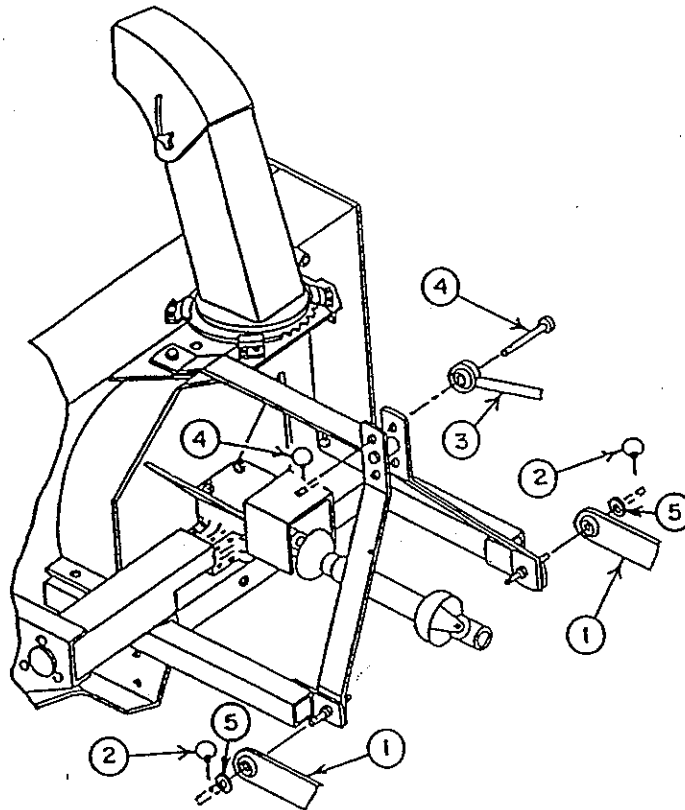

FIGURE 10
- b) Détachez le bras ajustable supérieur en retirant la goupille à anneau et la goupille (fig.10, item 4).
- d) Délicatement, détachez les bras ajustables inférieurs (fig.10, item 1) en retirant les goupilles à anneau (fig.10, item 2) et desserrer les bras anti-oscillement.